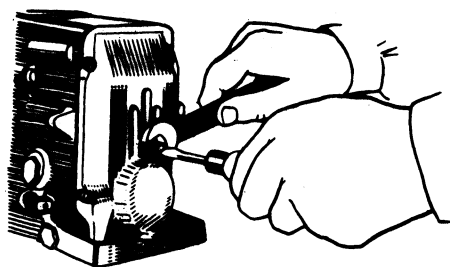

Рис. 59. Вывертывание корпуса буферной пружины
1. Ослабив контргайку, выверните корпус буферной пружины на 2—3 мм (рис. 59).